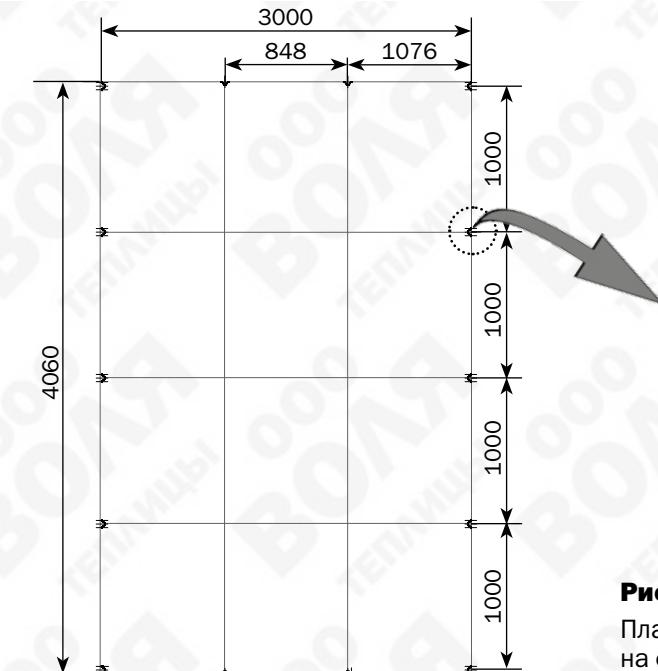

Рис. 4
- На выбранном месте установки теплицы необходимо выкопать ямки по схеме **рис. 4** на глубину штыка лопаты. Установите каркас в ямки. Проверьте шнуром равенство диагоналей каркаса. Общая осадка теплицы в грунт делается такой, чтобы нижние детали **6** дверного проёма касались грунта, а детали **2** были бы выше грунта примерно на 5 см. Снова проверьте шнуром равенство диагоналей и скорректируйте положение углов каркаса.